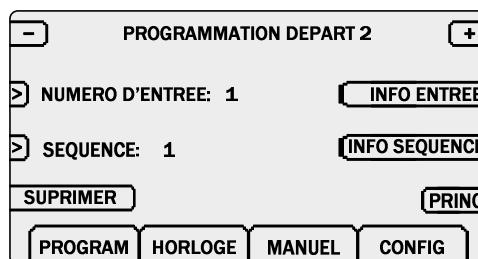

Figure 10: Écran signal de départ
- 2 Jusqu'à 8 signaux de départ peuvent être programmés. Choisir un départ avec les touches + et – (Figure 10). Appuyer sur NUMERO D'ENTREE et entrer le numéro de l'entrée avec le clavier numérique. Appuyer sur ENTER pour valider.
- 2 Choisir un départ avec les touches + et – (Figure 10).